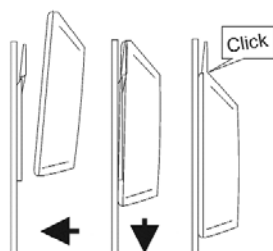

Fig. 3
3. Collocare lo strumento adiacente alla staffa, leggermente più in alto di quella che sarà la posizione definitiva, quindi farlo scorrere delicatamente verso il basso fino a portarlo nella giusta posizione. Si sentirà un clic indicante che lo strumento è correttamente posizionato. (Fig. 3.)